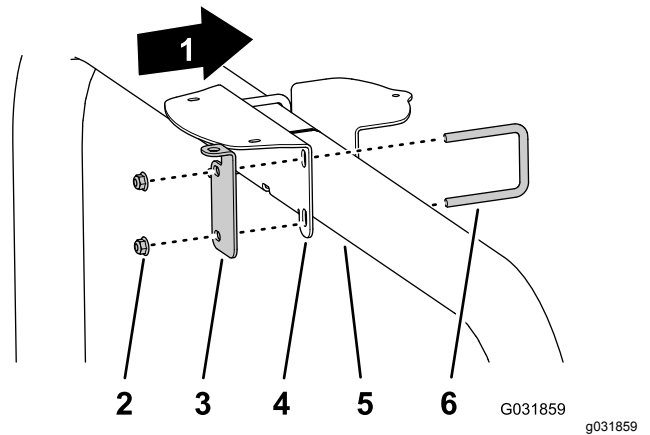

Figure 150
- Si votre machine est équipée du système GNSS et du kit modem à correction RTK CDMA ou GSM, montez le support du récepteur et le support de l'antenne RTK sur le tube du système ROPS (Figure 150) à l'aide de 2 étriers filetés et de 4 contre-écrous à embase (3/8").